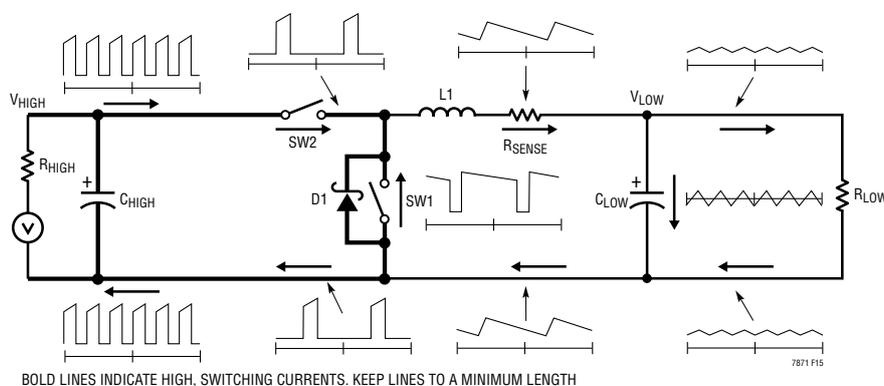

図 15. 枝路電流波形(降圧モードを示しています)
プリント回路基板をレイアウトするときは、以下のチェックリストを使用して、このデバイスが正しく動作するようにします。図 15のレイアウト図に、これらの項目を図示しています。プリント基板のレイアウトでは、以下の項目をチェックしてください。
8. 各ITHピンと信号グラウンド間のセラミック・コンデンサは、できるだけデバイスに近付けて配置する必要があります。図 15に、スイッチング・レギュレータの全ての枝路電流を示します。電流波形を調査すると、高スイッチング電流経路の物理的サイズを小さく抑えることがなぜ重要かが明らかになります。これらのループからは、無線局が信号を送信するのと同じように強い電磁界が放射されます。 $C_{LOW}$ のグラウンドは $C_{HIGH}$ の負端子に戻し、どのスイッチング電流経路とも共通グラウンド経路を共有しないようにします。回路の左半分は、スイッチング・レギュレータによって生成されるノイズの発生源になります。非常に大きなスイッチング電流が流れるため、下側MOSFETとショットキー・ダイオードのグラウンド終端は、絶縁された短いプリント基板パターンを使って $V_{HIGH}$ コンデンサのボトム・プレートに戻します。外部OPTI-LOOP®補償は、最適化されていないプリント基板レイアウトには過補償となり、この設計手順は推奨できません。